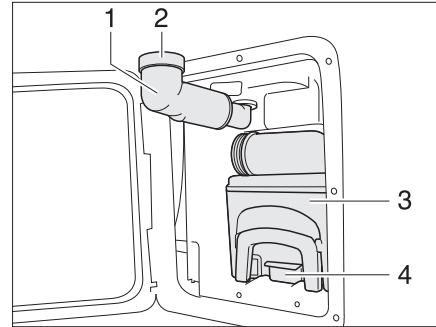

Fig. 143 Cassette Thetford
- Faire pivoter le bec de remplissage d'eau fraîche (Fig. 143,1) vers l'extérieur.
- Retirer le bouchon à vis (Fig. 143,2).